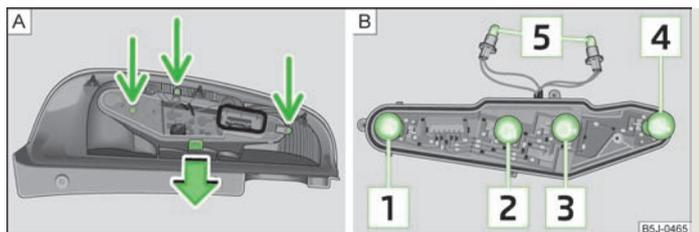

Fig. 152 Smontaggio dei gruppi ottici/Disposizione delle luci
Disposizione delle luci» fig. 152 nel gruppo ottico posteriore.
- Per raggiungere la lampadina, svitare il gruppo ottico e premere il coperchio» fig. 152 - **A**.
- Estrarre la lampadina difettosa **1**, **2**, **3** oppure **4** dal portalampada e quindi inserire una nuova lampadina.» fig. 152